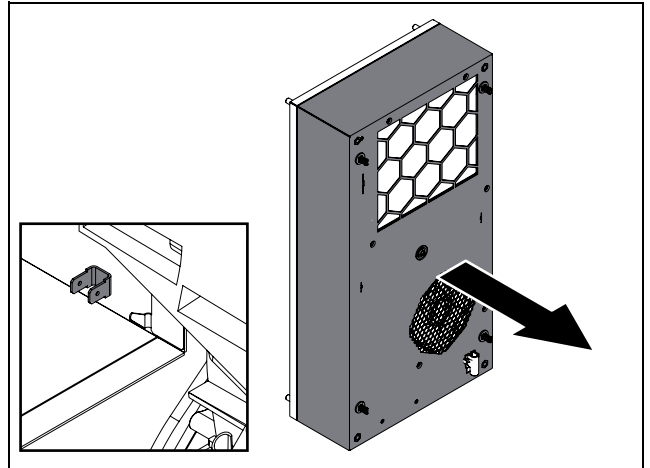

Bild 61: Skyddsledaranslutning (exempel)
- Innan du helt sätter huven på plats måste du kontrollera att skyddsledaren är korrekt ansluten till flatstiftet på huven (bild 61).